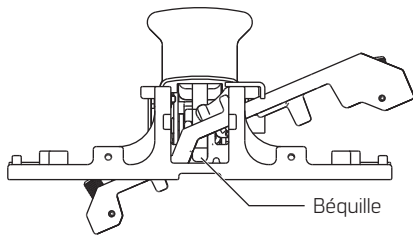

Figure 4 Chariot de la tige
- 3.1.4 Faire glisser l'extrémité du chariot de la tige marquée TOP vers le levier. Le chariot de la tige commence à descendre, comme indiqué à la fig. 4.